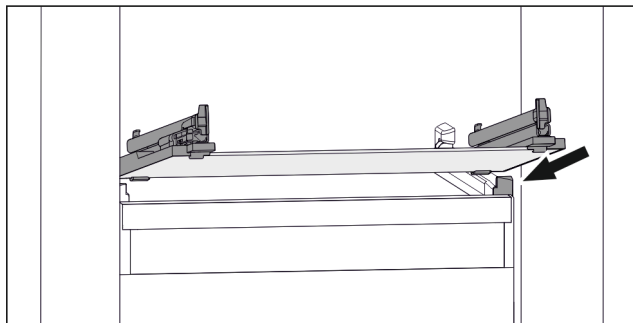

Fig. 115 Примерно изображение на стъклената плоча
- Поставете стъклената плоча под ъгъл зад ограничителите. (виж Fig. 115)